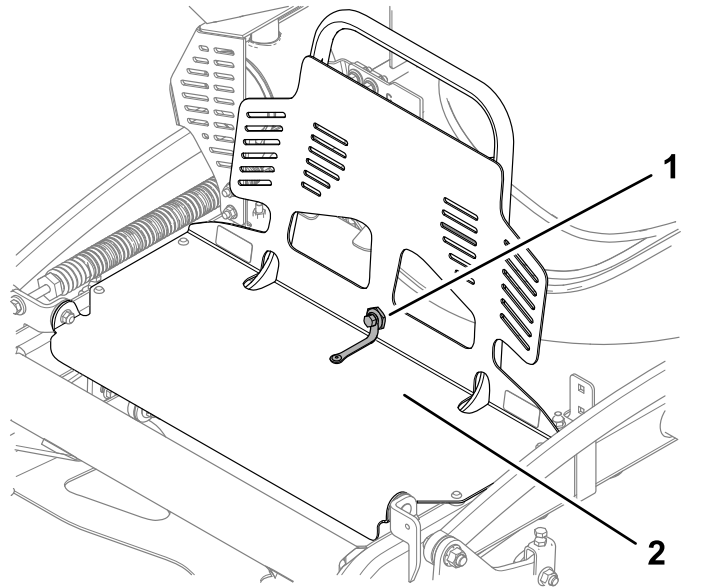

Figure 35
2. Fixez la protection du moteur à l'extension à l'aide du boulon et de l'écrou à épaulement, comme montré à la Figure 35.